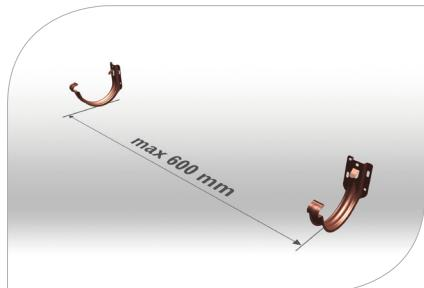

рис. 2
- 1.6 Рекомендуемое расстояние между кронштейнами при монтаже составляет 60 см (**рис. 2**).